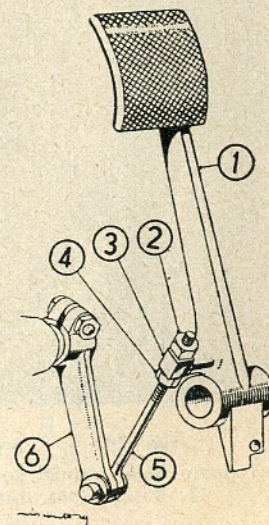

Fig. 23. - Regolazione del gioco del pedale della frizione.
Per far ciò è necessario svitare di quanto occorre il dado (4), bloccare il puntone sul perno di comando (3), serrando il dado (2), quindi riavvitare il dado (4) (vedi fig. 23).